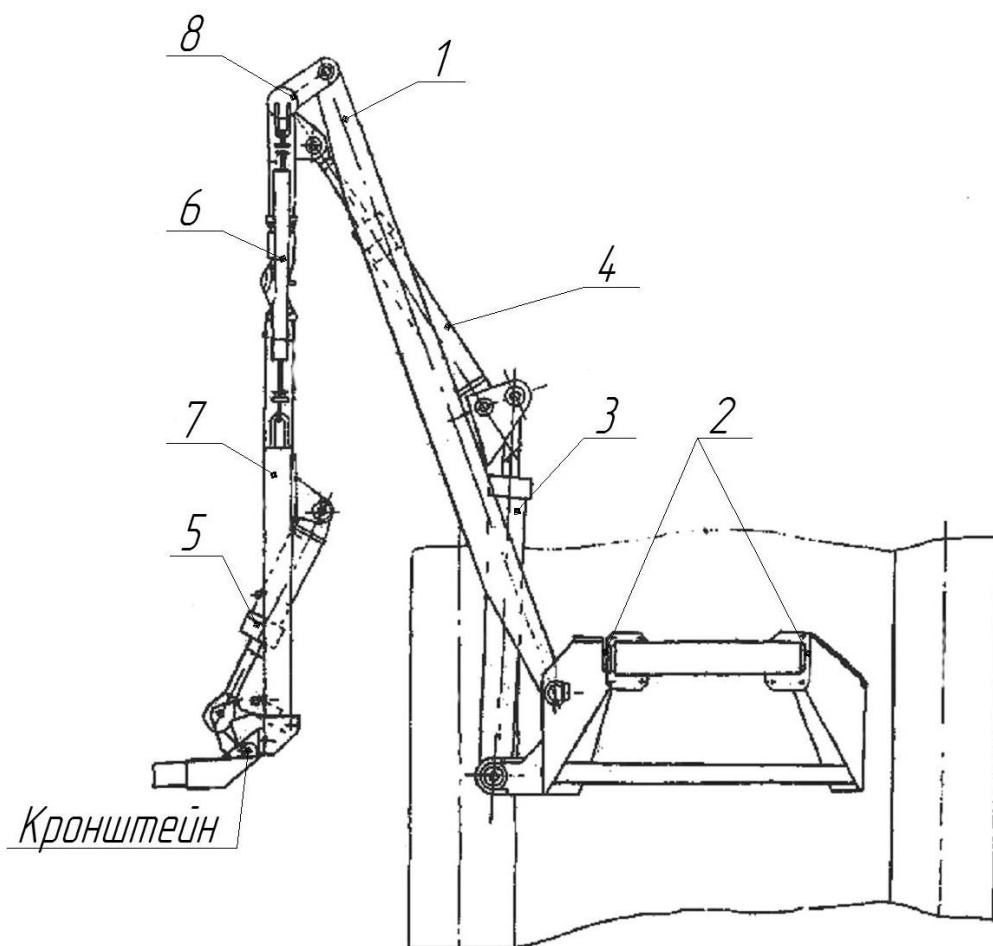

Рис. 4 Механизм навески.
Три гидроцилиндра (7,8,9) подключены к гидросистеме трактора (1) и управляются из кабины при помощи гидрораспределителя. Гидравлический привод рабочего органа осуществляется от насоса, приводимого во вращение от заднего ВОМ трактора. Для защиты рабочего органа от поломок установлен гидроцилиндр на рукояти и вилке (см. рис. 4 поз. 6).
4.2. Механизм навески (Рис. 4)